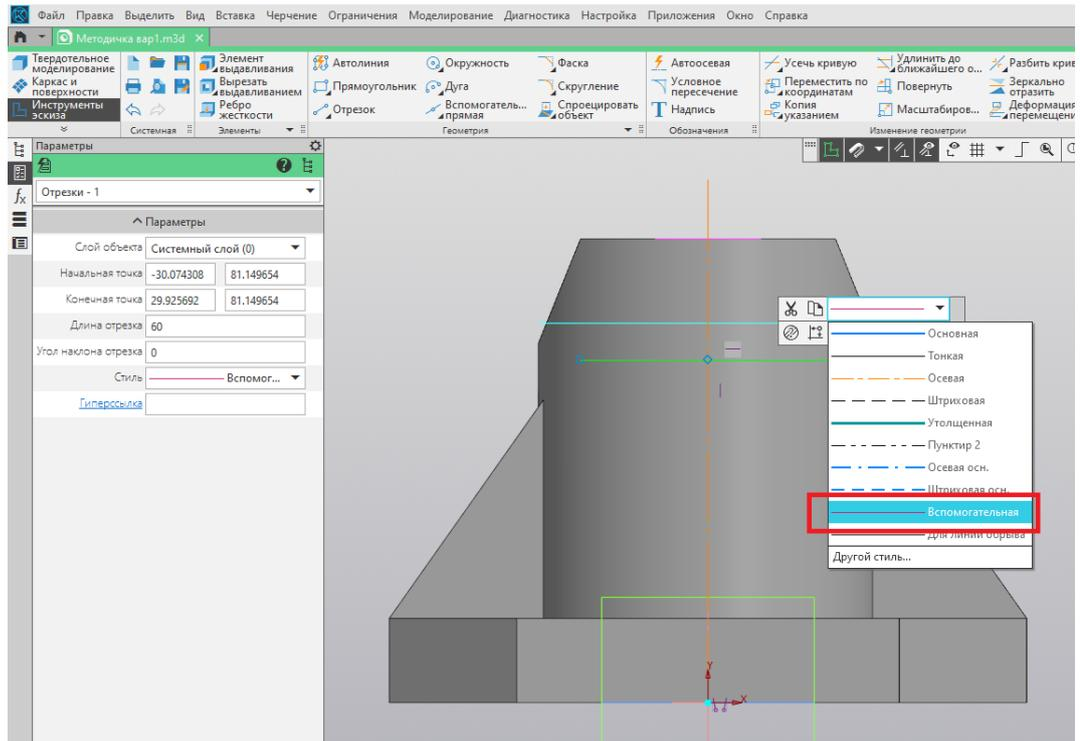

Рис. 41
38. Далее проводим горизонтальную вспомогательную линию (рис. 41).